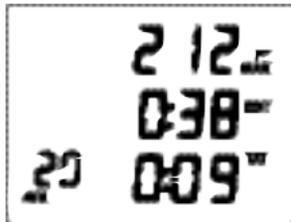

Fig. 78 - DESCOMPRESIÓN ALT 1
**PARADA DE DESCOMPRESIÓN ALT 1;** ésta es la información mostrada (Fig. 78):